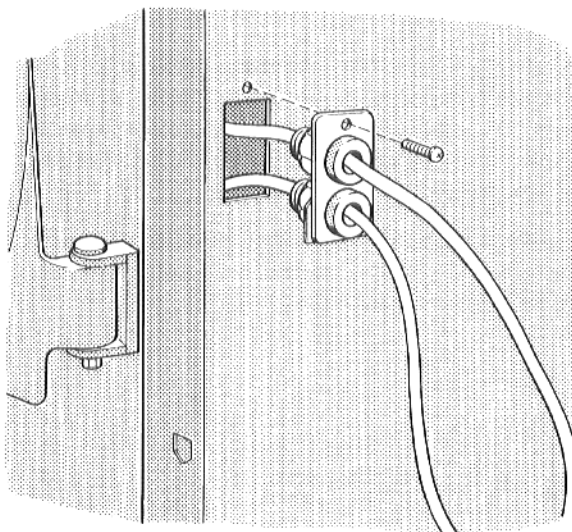

Fig. 16
- Fissare il cavo del bruciatore girando la bussola in materiale sintetico oppure la madrevite (Fig. 16).
- Applicare le lamiere di chiusura con e, risp., senza cavo del bruciatore, nella parte sinistra o, risp., destra del pannello laterale ed avvitarle con una vite nella parte superiore (Fig. 16).